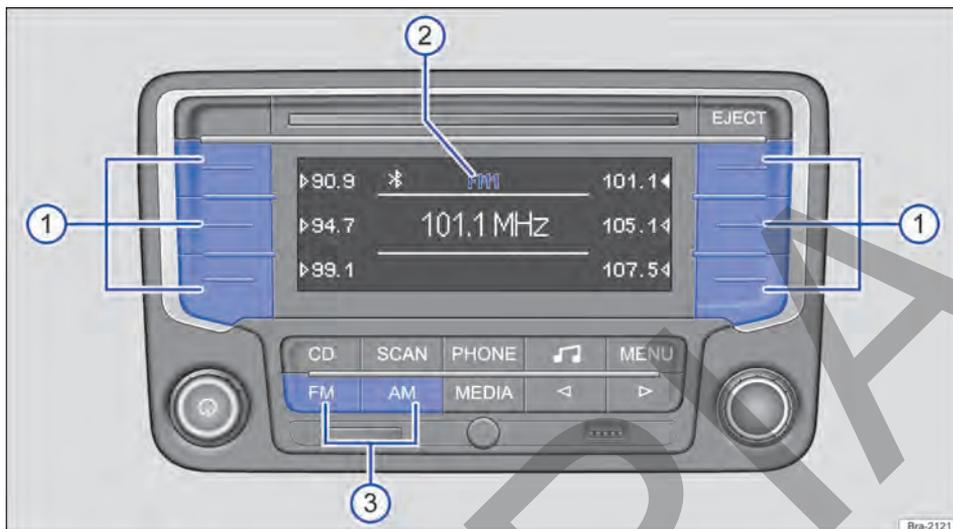

Fig. 158 Seleccione la banda de frecuencia y el nivel de memoria.
Pulse la tecla del equipo **FM** o **AM** → fig. 158 ③ hasta que se muestre el nivel de memoria deseado → fig. 158 ②.
Al cambiar los niveles de memoria, las frecuencias de las emisoras de radio memorizadas se muestran al lado de las teclas de presintonía fig. 158 ①.